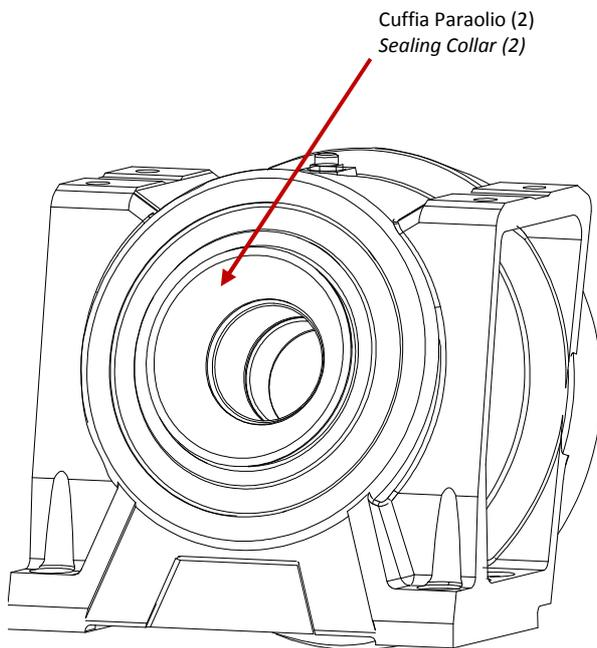

fig.10
- 1) La cuffia paraolio (2) (vedi fig. 10) è realizzata in NBR (Acrido-nitrile butadiene). Evitare l'uso di vernici che potrebbero danneggiarla!
- 1) Output flange seal (see fig. 10) is made of NBR (i.e., NITRIL BUTADIENE RUBBER). Protect it during painting and avoid the use of paints that could damage it!